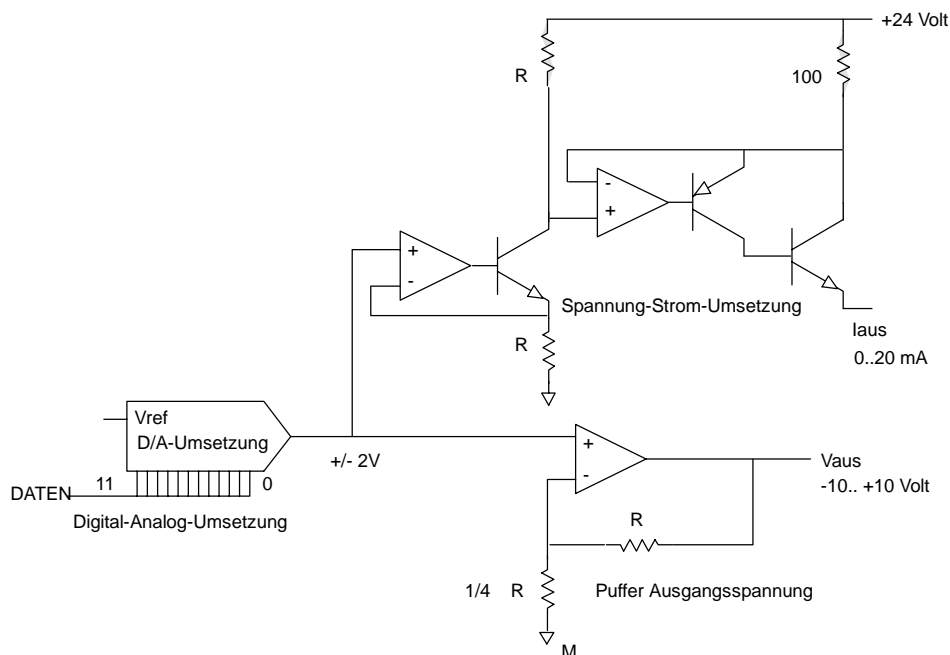

Bild A-18 Schaltbild der Ausgänge beim EM 232 und EM 235
- ☐ Überbrücken Sie die Eingänge für freie Kanäle (siehe Bild A-18).